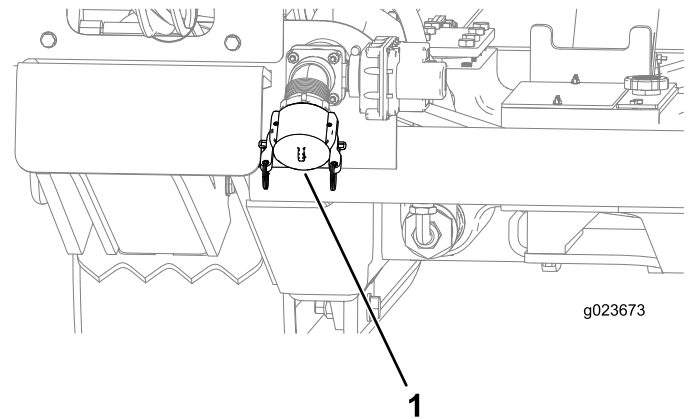

Figure 125
- B. Vérifiez que le bouchon est en place sur l'entrée de la pompe à fluide de forage (Figure 125).